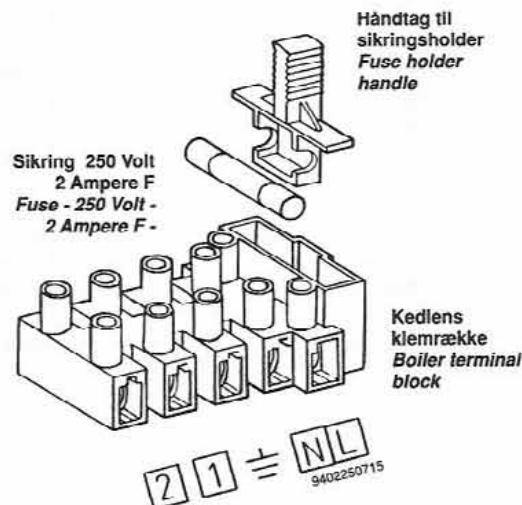

Fig. 9. Udskift sikringen ved at trække ud i håndtaget.
- sikringen, der er indbygget ved siden af klemrækken med tilslutningskablerne, kan nemt udskiftes eller kontrolleres ved at trække ud i håndtaget til sikringsholderen (fig. 9);
- the fuse is situated next to the terminal block with the connecting cables and is easily accessible. To check or replace the fuse, lift the fuse holder handle (fig. 9);